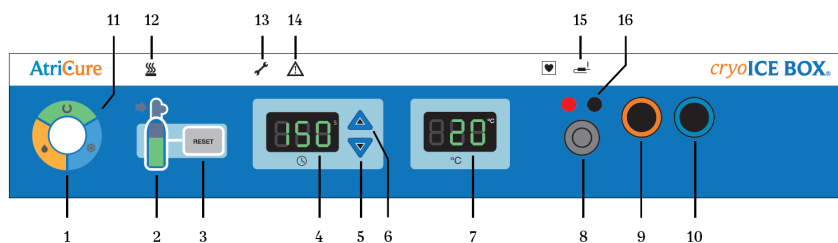

Figura 1: Painel frontal do AtriCure cryoICE BOX
As ilustrações do painel frontal (Figura 1) e do painel traseiro (Figura 2) do cryoICE BOX são mostradas abaixo.
Precisão do visor de temperatura da sonda cryoICE (consulte a figura 1 item 7)